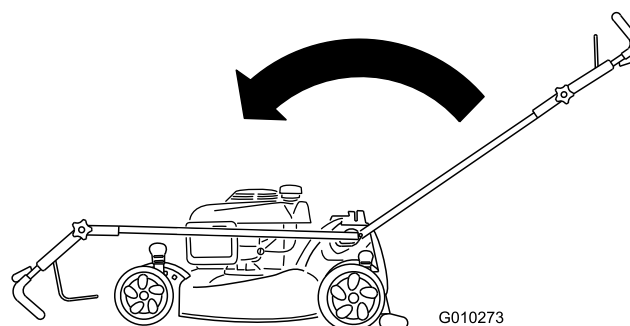

Figure 53
2. Repliez le guidon complètement vers l'avant et desserrez le bouton de la partie supérieure du guidon (Figure 53).